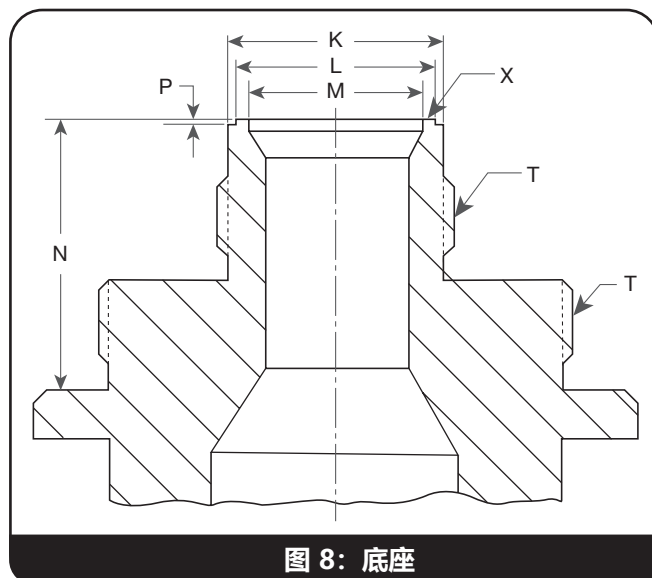

图 8: 底座
应在以下情况下更换底座 (图 8) :
- 阀座表面 (X) 有划痕。
- 螺纹 (T) 破损、剥离或磨损。
- 表 4 (图 8) 中的尺寸超过最小值。